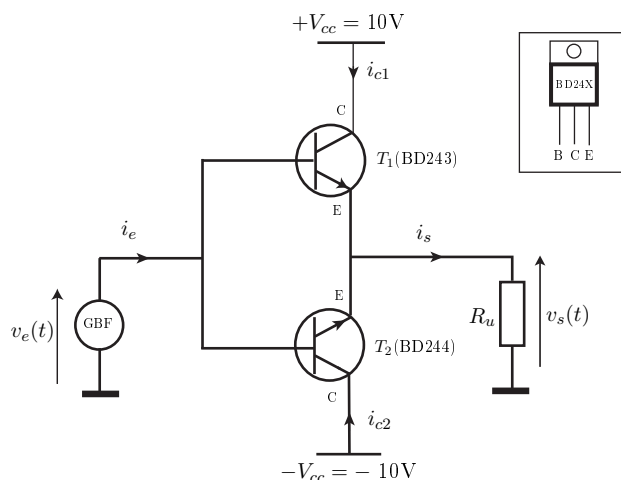

FIGURE 10.1 – Montage amplificateur Push-Pull
- ☞ Réaliser le montage de la figure 10.1 où $v_e(t)$ est une tension sinusoïdale alternative de fréquence $f = 1$ kHz, d'amplitude V_{em} réglable et $R_u = 10$ k Ω .